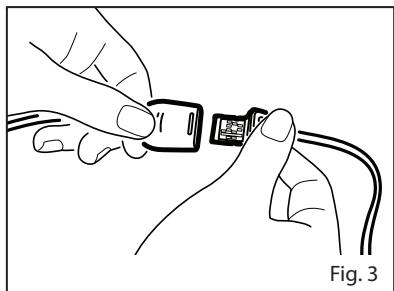

Fig. 3
1. Se reporter à la **figure 3**. Orientez la languette du connecteur du capteur pour que le côté avec les contacts « brillants » soit dirigé vers le haut. Orientez le câble patient avec la barre de couleur et les points d'appui vers le haut.